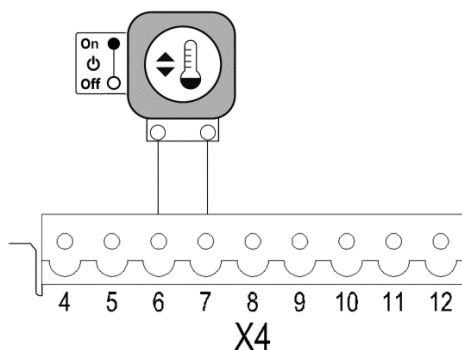

Abb. 21: Anschluss Raumthermostat
- ➔ Schließen Sie den Raumthermostat gem. Abb. 21 an.